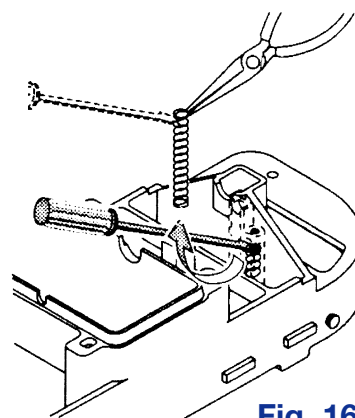

Fig. 16
► Avec un minuscule tournevis, la pointe d'un crayon ou d'un stylo à bille, poussez et retirez le ressort du support de brosse qui bouge (Fig. 16). Remplacez la brosse et le ressort si nécessaire.